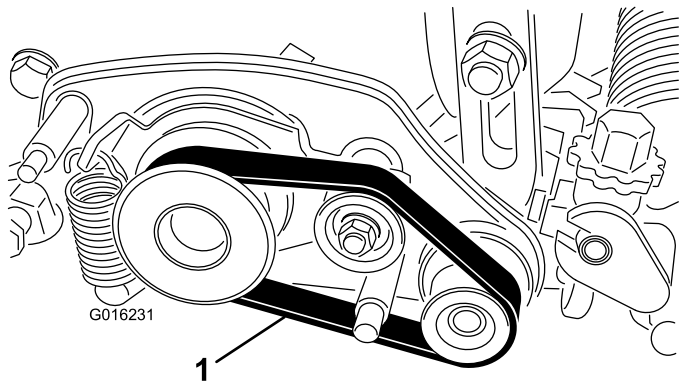

Figura 17
- Posizionate la cinghia sulla puleggia motrice, sulla puleggia tendicinghia e sulla puleggia condotta come mostrato in Figura 17.